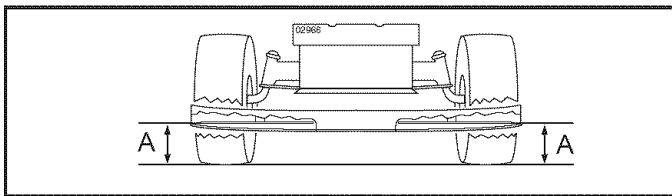

FIG. 29
**AJUSTEMENT LATÉRAL DE PRÉCISION** (Voir la Fig. 29)
- D'un côté et de l'autre de la tondeuse, placez la lame de côté et mesurez la distance (A) du bord inférieur de la lame jusqu'au sol. La distance devrait être la même des deux côtés.